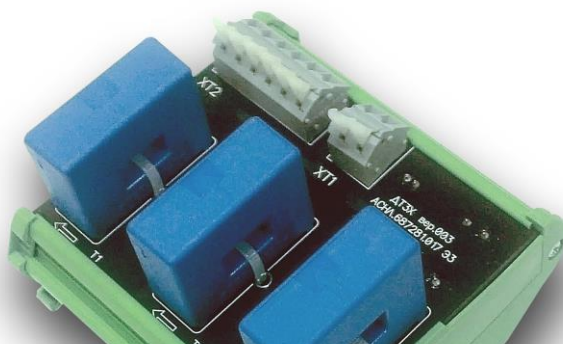

Рис. 3. Датчик тока ДТЗХ
- Датчик токов ДТЗХ (АВМР.423141.004) – предназначен для измерения постоянных токов соленоидов ВВ, а также токов двигателей приводов ВВ. ДТЗХ имеет три канала преобразования постоянного тока с коэффициентом передачи $K = 1000$. Внешний вид датчика показан на рис. 3.